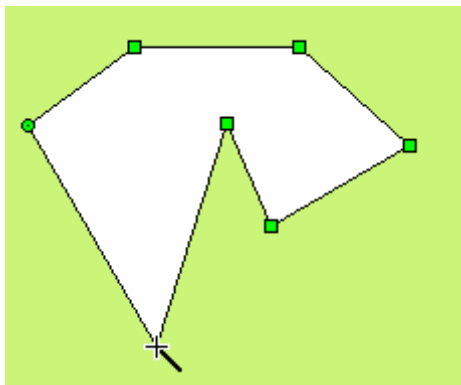

图 4-40 多边形操作
- 把鼠标移到画面中的其他位置, 此时系统会自动绘制出直线, 移动鼠标到其他合适位置, 每单击一次左键就可绘制出多边形的一边, 右键可以完成多边形的绘制。如图 4-40 所示: